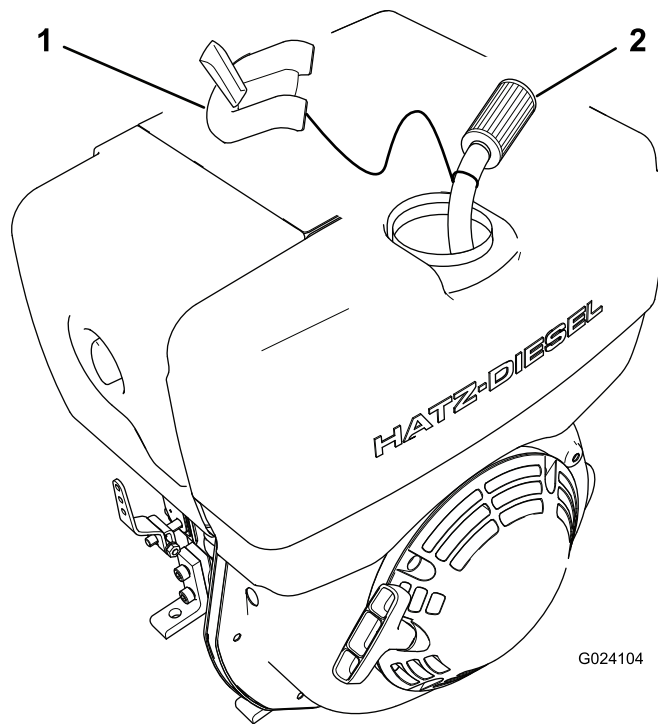

Рисунок 28
3. Извлеките топливный фильтр из топливного бака (Рисунок 28).